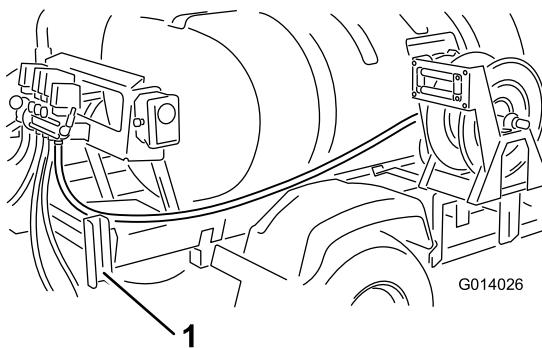

図 12
- ホースを、タンクのスキッド・フレーム（そり）に沿って、右側のリア・フェンダのブーム・サポート・チャネル材の中を通してを車両後方へ引きこむ（図 12）。
- ホースを取り付けフレームに回し掛け、上に向けて、先ほど取付けたホース・リール・バルブについているバーブまでもつてくる（図 12）。